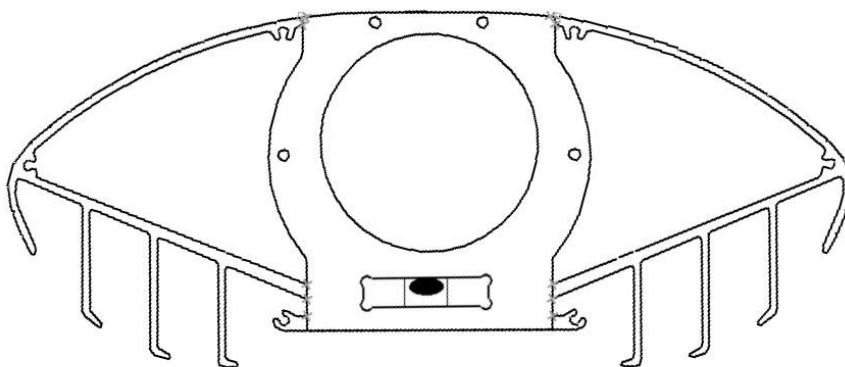

Рис. 2
- установить на кронштейн К1-2,0-0,3-ц светильник светодиодный SKY 32-024x2-ШБ8-НЛО-45Вт-АОС, выставить светильник на оси кронштейна в соответствии с показаниями встроенного в корпус светильника пузырькового уровня таким образом, чтобы показания пузырькового уровня соответствовали оси горизонта (**Рис. 2**). Зафиксировать светильник на кронштейне.